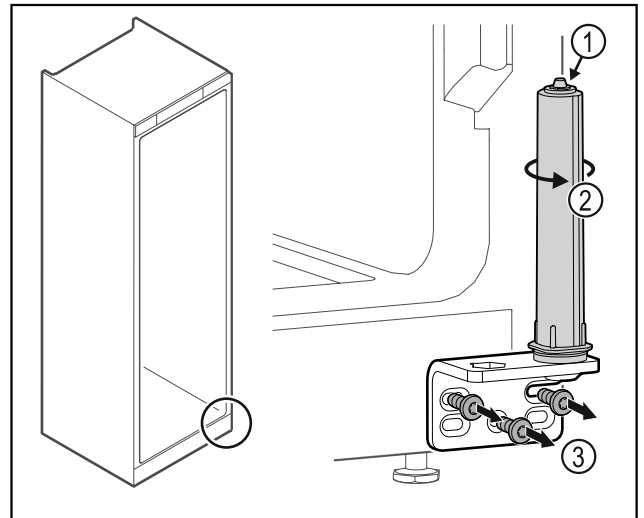

Fig. 27
- ▶ Türschließsystem Fig. 27 (1) nicht zerlegen.
- ▶ Schließsystem Fig. 27 (2) drehen, bis es klickt.
- ▶ Scharnierwinkel abschrauben Fig. 27 (3).